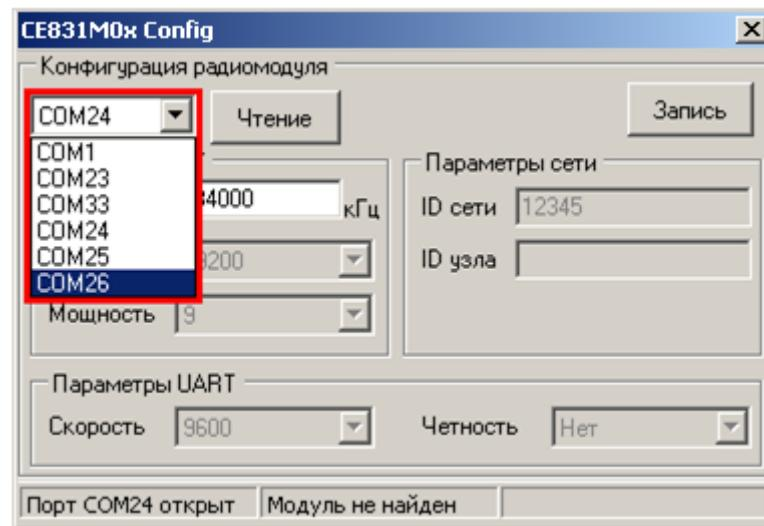

Рисунок 54 – Изменение номера используемого СОМ-порта
- После выбора нового СОМ-порта необходимо дождаться сообщения в строке статуса (см. рисунок 54) о том, что открыт именно выбранный СОМ-порт (ожидание 1-3 сек.).